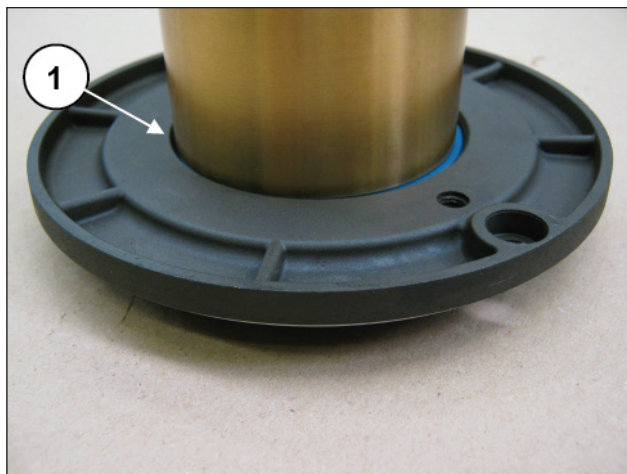

Fig. 137
Montare l'anello di tenuta radiale nel coperchio paraolio (pos. ①, Fig. 137) mediante l'utilizzo di tampone o altro attrezzo (attrezzo specifico cod. 27643500).